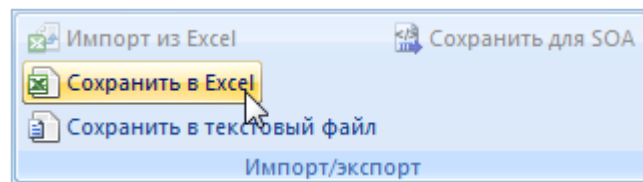

Рис. 29-37 – Сохранение данных рабочего окна в формате Excel
- 2) Нажать кнопку «Сохранить в Excel» панели «Импорт/экспорт» (рис. 29-37).